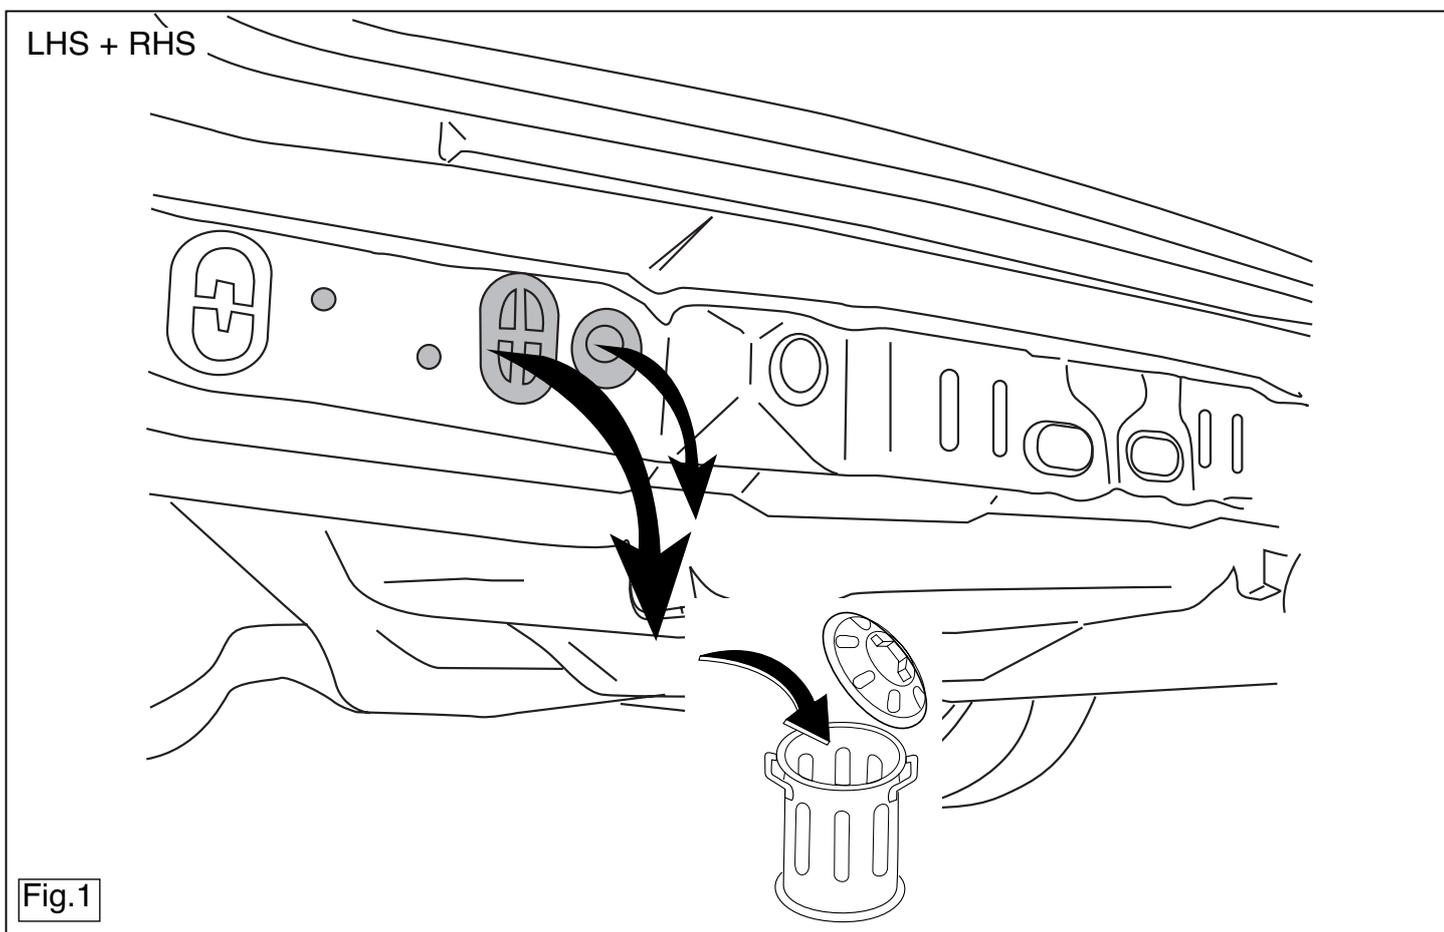

Fig.1
5. Enlever les bouchons en caoutchouc à l'emplacement des points indiqués (voir la fig. 1).
5. Bei den angegebenen Punkten die Gummikappen entfernen (siehe Abb. 1).
11. Die Seitenwand (L) / (R) bei den Punkten B und C anlegen.
5. Avlägsna gummikåporna vid de markerade punkterna (se fig. 1).
12. Placera sidoplattan (L) / (R) vid punkterna B och C.
5. Retirar a la altura de los puntos indicados los tapones de goma (véase la fig. 1).
5. Fjern gummi kapslerne ved de markerede punkter (se evt. fig. 1).
6. Demontér den bageste lydpotte og løsn varmeskjoldet (V).
7. Tag den sidste lydpotte ud af ophængt (H).
12. Anbring sideplade (V)/(H) ved punkterne B og C.
5. Rimuovere i tappi in gomma dai punti indicati (vedi fig. 1).
6. Smontare il silenziatore più esterno del tubo di scarico e staccare lo scudo termico (SX).
7. Estrarre il silenziatore più esterno dal sostegno (DX).
5. W oznaczonych miejscach usunąć gumowe nakładki (patrz rys. 1).
6. Zdemontować ostatni tłumik rury wydechowej i poluzować płytę termiczną (L).
7. Wysunąć z zawieszenia ostatni tłumik rury wydechowej (P).
12. Umieścić płytę boczną (L) / (P) w punktach B i C.